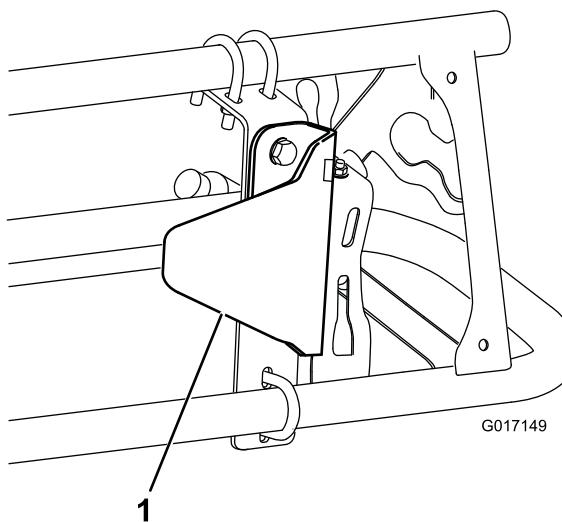

图 17
2. 如图 17 所示用 2 个螺栓 $5/16 \times \frac{3}{4}$ 英寸和 2 个凸缘螺母 $5/16$ 英寸将传感器保护支架安装到安装支架上。